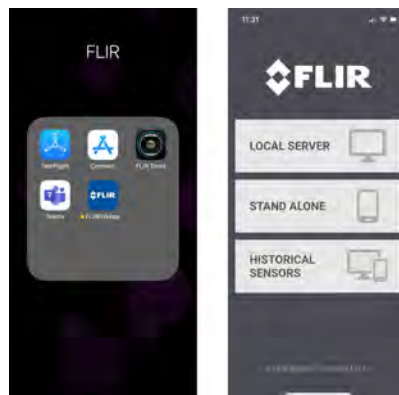

Figure 8.3 Application mobile FLIR installée sur un appareil mobile (ci-dessus, à gauche) et sur l'écran d'ouverture (ci-dessus, à droite).
1. Après avoir téléchargé l'application mobile, comme décrit précédemment, vous verrez l'application FLIR sur votre appareil mobile, comme illustré à la Figure 8.3 ci-dessus.